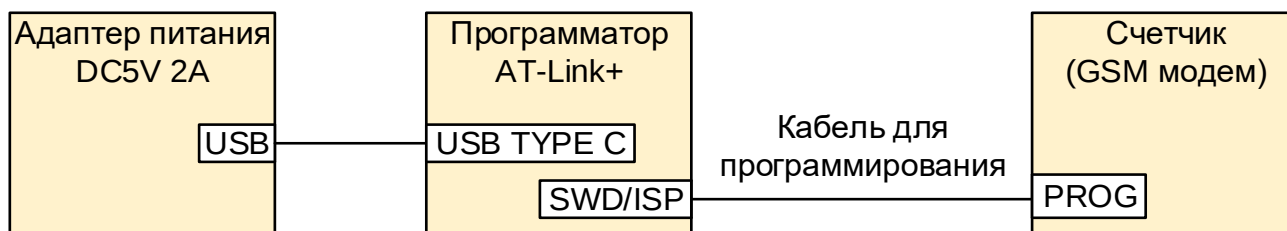

Рисунок 3.2 – Схема программирования
3.3 Подключить адаптер питания к разъему USB TYPE C программатора (рисунок 3.2).